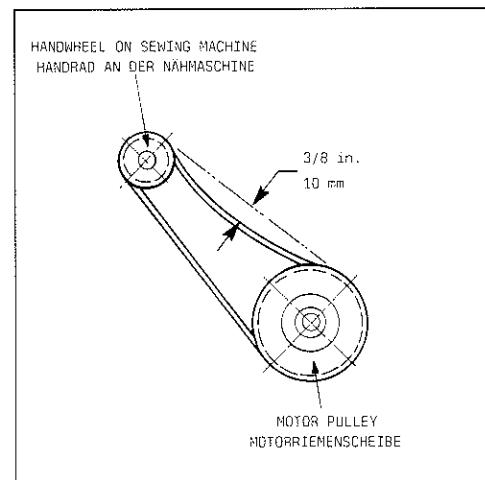

Fig.2
7. Place the V-belt on handwheel and motor pulley and slue the motor to tense the belt. The tension on the V-belt is correct when with moderate finger pressure it will deflect approx. 10 mm (3/8 in.), midway between handwheel and motor pulley, see Fig. 2.
7. Legen Sie den Keilriemen auf Handrad und Motorriemenscheibe und schwenken Sie den Motor um den Riemen zu spannen. Der Keilriemen ist richtig gespannt, wenn er in der Mitte zwischen Handrad und Motorriemenscheibe mit mäßigem Fingerdruck etwa 10 mm eingedrückt werden kann, siehe Fig. 2.